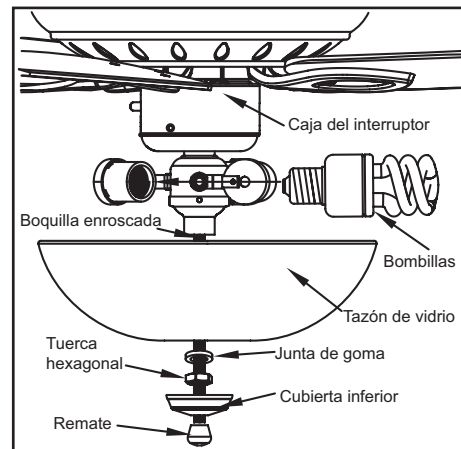

Figura 17
5. Con la corriente desconectada, instala las bombillas CFL (14 Vatios máx.) en los portalámparas (Figura 17).
6. Coloca el tazón de vidrio sobre la boquilla enroscada (Figura 17).
7. Coloca la arandela de goma y la tuerca hexagonal en la boquilla enroscada. Aprieta firmemente la tuerca hexagonal para fijar el tazón de vidrio (Figura 17).
8. Coloca la cubierta inferior en la boquilla enroscada y después aprieta el remate de manera segura (Figura 17).